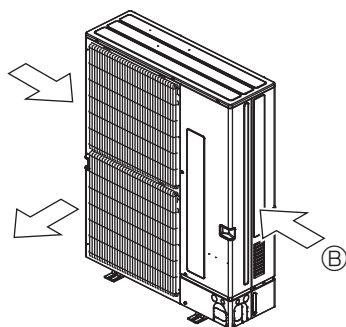

Fig. 2-6
- 3 Розмістіть блок так, щоб повітря виходило по можливості перпендикулярно до сезонного напрямку вітру. (Fig. 2-6)